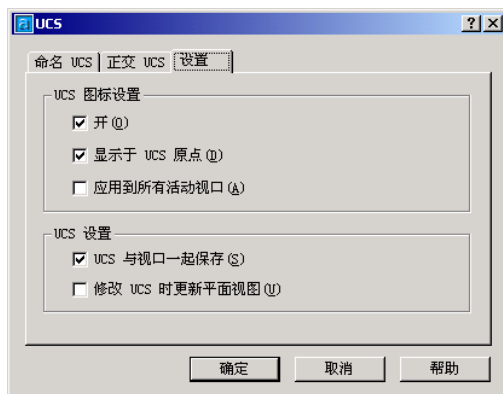

图 1-19 “设置”选项卡
(3) “UCS”对话框的“设置”选项卡如图 1-19 所示。